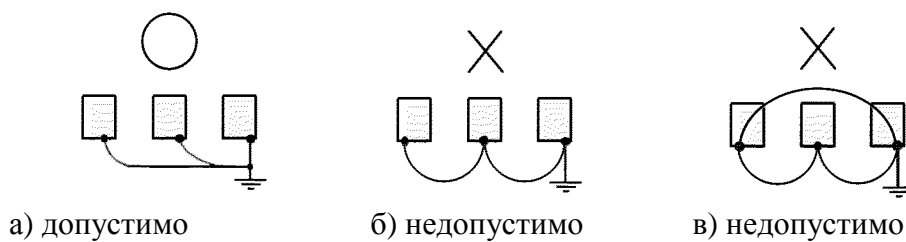

Рис. 5. Заземление трех преобразователей.
**(3) Заземление**
- При использовании рядом нескольких преобразователей EI-9001 заземляйте их, как показано на рис. 5 (а), и ни в коем случае, как на рис. 5 (б) или 5 (в).